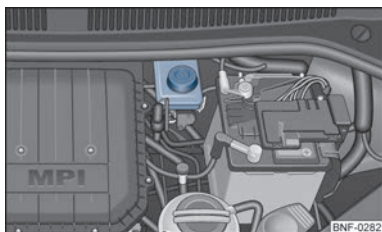

Fig. 95 I motorrummet: dæksel på bremsevæskebeholderen
- Kontroller bremsevæskestanden på beholderen ⇒ Fig. 95. Standen skal altid være mellem markeringerne MIN og MAX.